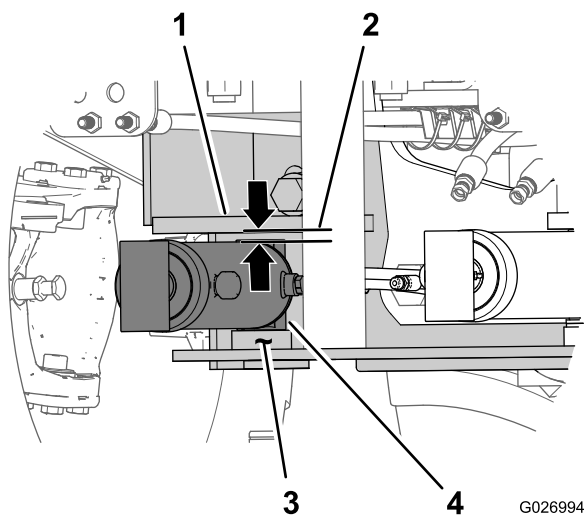

Figure 13
- Alignez la chape au bout de l'extrémité fixe du vérin de pivotement sur le sommet de la bague dans la plaque inférieure du cadre de montage (Figure 13).
3. Déterminez le nombre de rondelles (1 x 5/16 po) nécessaire pour réduire l'espace entre le sommet de la chape du vérin et la patte de vérin sur le cadre de montage (Figure 13).